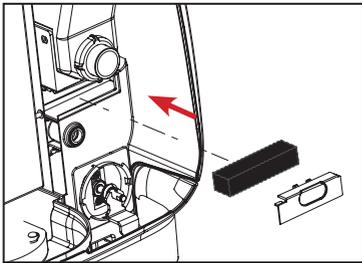

Fig.2
1. Erġa' poġġi l-filtru u l-kuperċ tiegħu. (Ara Fig.2)